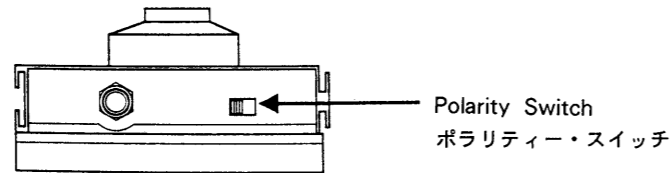

Fig.3 (図3)
- 3. Set the polarity switch of FS-5U or FS-5L toward the jack. (see Fig.3.)
- 3. FS-5U または FS-5L のポラリティー・スイッチは、ジャック側にして下さい。(図3参照)